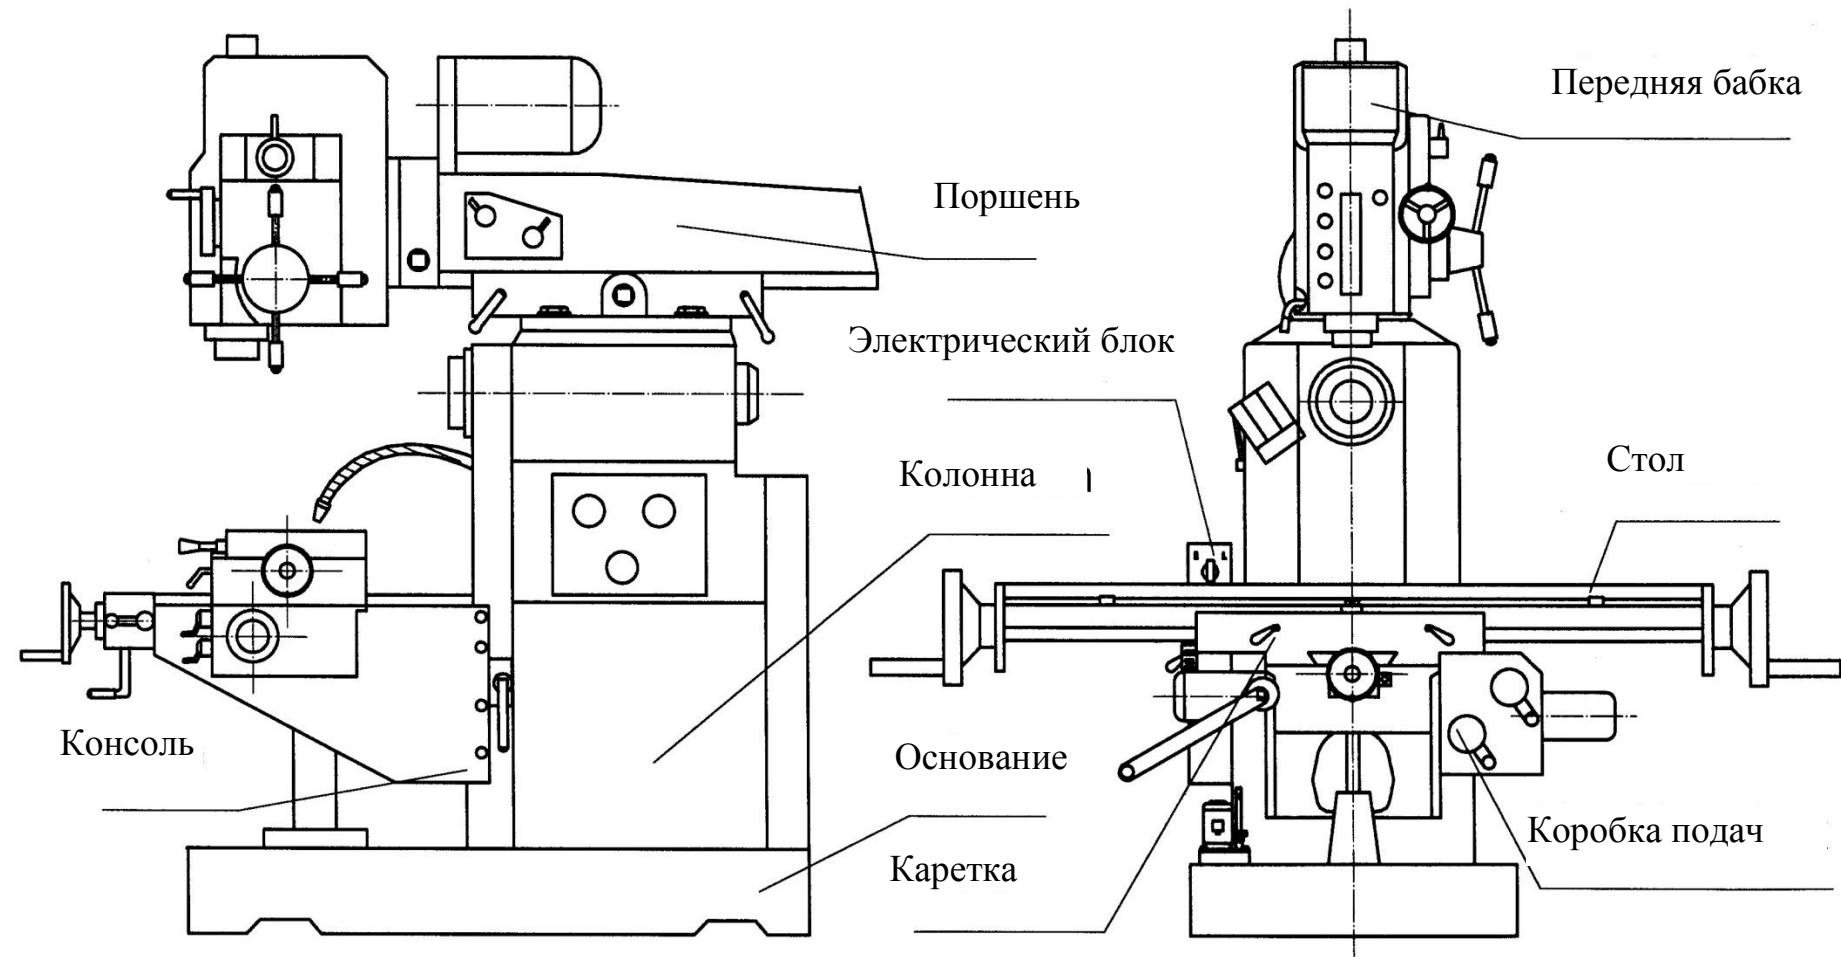

Рис.1
Станок включает в себя корпус, консоль, рабочий стол, основную конструкцию трансмиссии, коробку подач, поршень, СОЖ, электрические аппараты и т.д. (Рис. 1).
- 4.15 Подъемное устройство (Fig.1 X6326B)